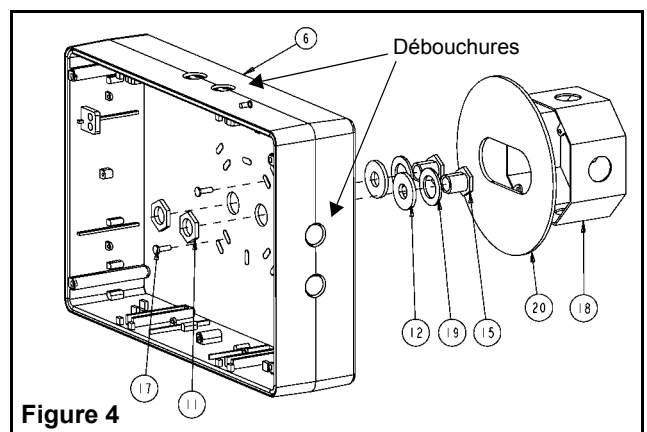

Figure 4
- a. Retirer la plaque arrière de l'emballage. Choisir les trous défonçables appropriés au montage à une boîte de jonction (voir figure 4). Pour l'option **Nexus**, installer le raccord étanche fournit avec l'unité (voir fig. 4).
- c. Assembler les pièces 11, 12, 15 et 17 à la plaque arrière, tel qu'illustré à la figure 4, puis installer la plaque arrière au cadre à l'aide des 4 vis inviolables (utiliser l'embout de tournevis fourni).